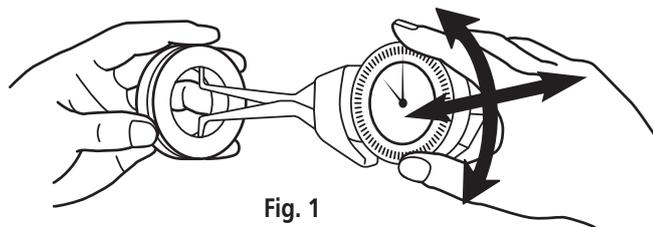

Fig. 1
3. Usando um padrão de referência (anel de calibração, micrômetro, calibrador mestre, etc.) faça o ajuste da configuração inicial, lendo o valor mínimo indicado pelo ponteiro principal enquanto se move o braço de medição nas direções para cima / abaixo, à direita e à esquerda. **(Fig. 1)**